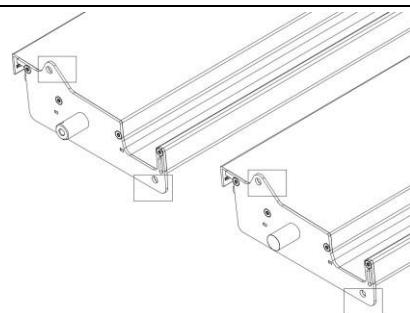

Abbildung 44
2. Es gibt zwei verschiedene Arten von Federbolzen auf der Antriebsseite der Kappe (Abb. 44):